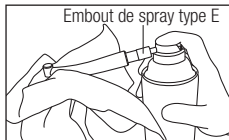

Fig. 15
- 3) Tenez la pièce à main et pulvérisez pendant 2 ou 3 secondes, jusqu'à ce que de l'huile sorte par la tête de la pièce à main (Fig. 15). Répétez la lubrification jusqu'à ce que les corps étrangers cessent de sortir par l'extrémité.